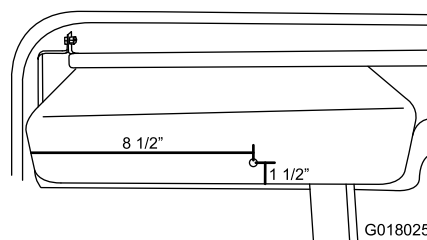

Figura 20
1. Faça um furo (5/16 pol.) no porta-luvas a 216 mm da esquerda e 38 mm da parte inferior (Figura 20).